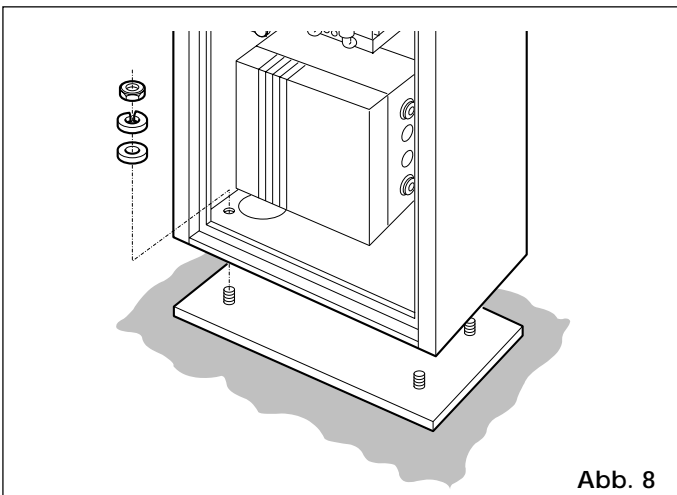

Abb. 8
- 1) Schrankengehäuse mit den mitgelieferten Schraubankern gem. Abb. 8 an der Fundamentplatte befestigen. Die Gehäusetür ist normalerweise zur Innenseite des Grundstücks gerichtet.